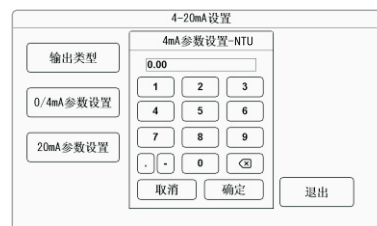

图2-26
- ◆ **0-4mA参数设置：**点击0-4mA参数设置弹出如图2-26所示界面，可修改参数值，选定后按【确定】键确认。